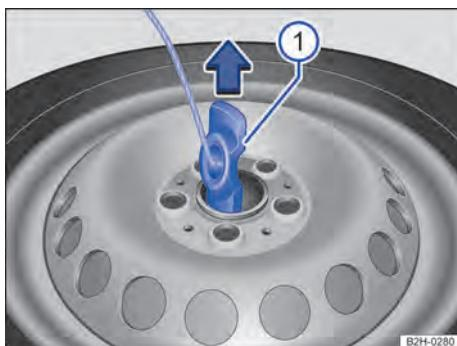

Fig. 179 Puxar o suporte do aro do orifício do aro.
- Posicionar o suporte do aro → Fig. 179 ① na vertical e puxar para fora do orifício do aro, na direção da seta.